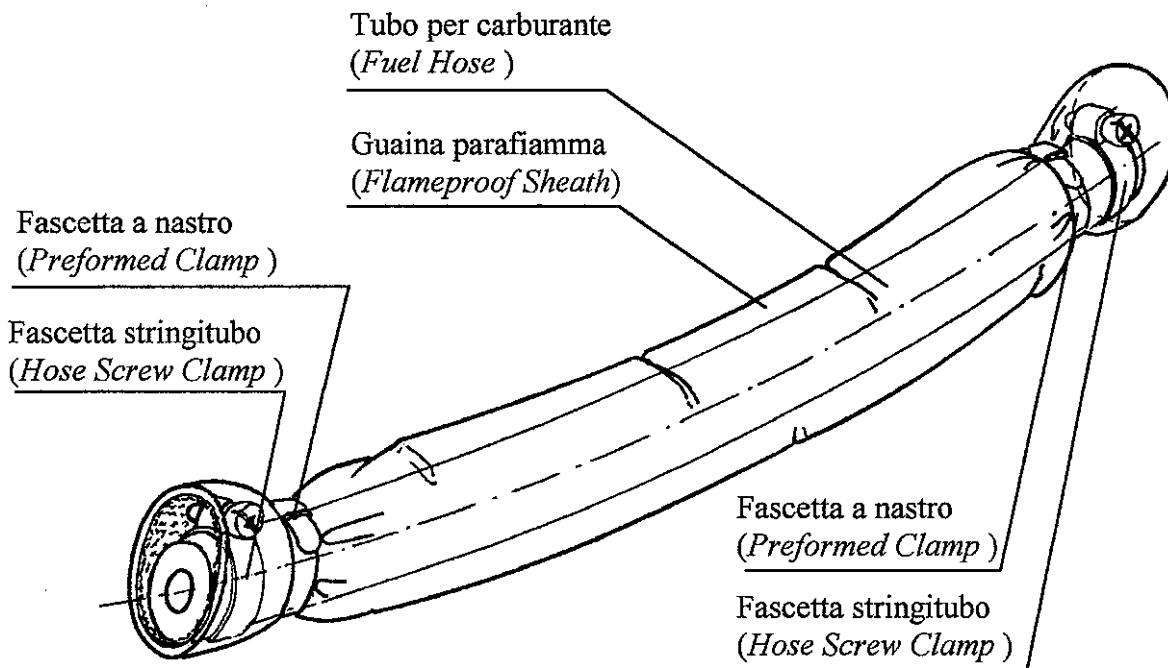

Fig. 5
- 13) Applicare i 3 segmenti di guaina ai rispettivi spezzoni di tubo (vedi fig. 6, componenti n° 2 e 5, 3 e 7, 8 e 9), assicurandoli con le fascette a nastro fornite (vedi fig. 5, componenti n°1 in fig. 6); utilizzare delle comuni pinze per stringere tali fascette (fare attenzione a lasciare spazio sufficiente per l'agevole inserimento delle fascette stringitubo).
- 14) Connettere i 3 spezzoni di tubo inguainati al raccordo a tre vie (componente n°6 in fig.6, fornito con il presente SB) come indicato in fig. 6, posizionando preventivamente le fascette stringitubo in corrispondenza di ciascun estremo (vedi anche fig. 5).
- 13) *Apply the 3 sheath segments to the relevant hose pieces (see fig. 6, components n° 2 and 5, 3 and 7, 8 and 9), securing them with the supplied preformed clamps (see fig. 5, components n°1 in fig. 6); use common pliers to tighten these clamps (be careful to leave enough space for the easy placement of the hose screw clamps).*
- 14) *Connect the 3 sheathed hose segments to the "Tee" fitting (component n° 6 in fig. 6, supplied with this SB), as indicated in fig. 6, preventively placing the hose screw clamps at each segment end (see also fig. 5).*